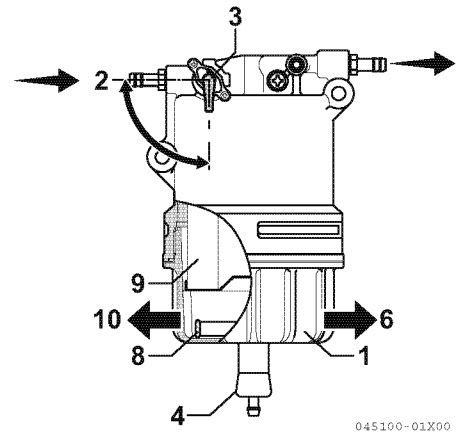

Figure 12
1. Placez un récipient agréé sous la cuvette (1, **Figure 12**) du séparateur d'eau pour recueillir les impuretés.
2. Fermez la vanne de carburant (3, **Figure 12**) en la faisant tourner (2, **Figure 12**) en position.
3. Desserrez le robinet de purge (4, **Figure 12**) et évacuez le carburant et le mélange. *Voir Purger le séparateur d'eau à la page 74.*
4. Tournez la cuvette (1, **Figure 12**) vers la gauche (10, **Figure 12**) et enlevez-la du support. Si le système est équipé d'un capteur de purge, enlevez d'abord le câble.
6. Enlevez le flotteur (8, **Figure 12**) de la coupelle. Si le système est équipé d'un capteur de purge, il n'y a pas de flotteur. Déplacez la purge à l'intérieur de la coupelle vers le conteneur indiqué et jetez-la selon une méthode définie à l'avance.
11. Positionnez le support dans la cuvette. Faites tourner vers la droite (6, **Figure 12**) avec un couple de serrage de 27-33 N·m (2,8 - 3,4 kgf·m). Serrez toujours à la main.
13. Ouvrez le robinet de carburant (3, **Figure 12**).